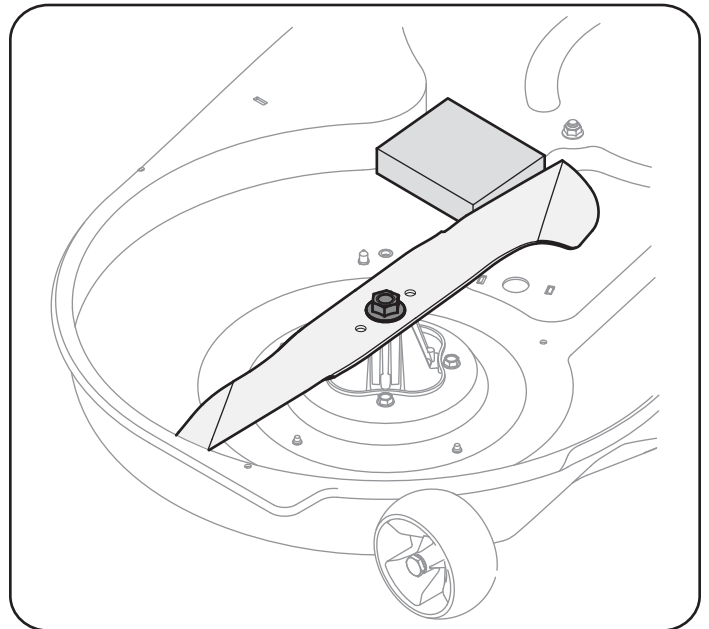

Figura 30
- Coloque un bloque de madera entre el deflector del alojamiento central de la plataforma y la cuchilla de corte para que actúe como estabilizador. Consulte la Figura 30.
3. Extraiga la tuerca de brida hexagonal que asegura la cuchilla al montaje del husillo. Consulte la Figura 30.